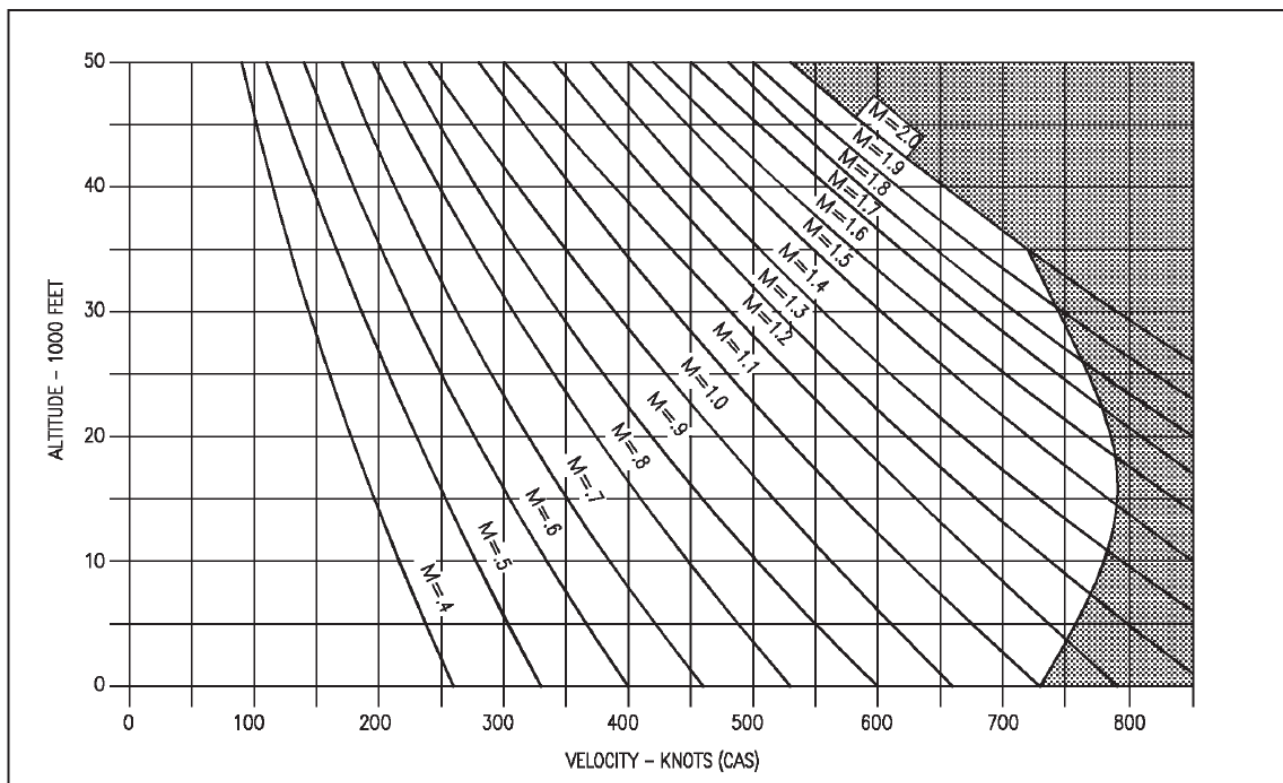

Figure 4-1. Airspeed Limitations
The approximate maximum permissible airspeeds in smooth or moderately turbulent air with the arresting hook and landing gear retracted, flaps in AUTO, and any combination of air-to-air missiles are shown in figure 4-1. For exact airspeed limitations, refer to the NTRP 3-22.4-FA18A-D NATIP, Store Carriage and Release Limitations Chapter. Refer to Systems Limitations, figure 4-2, for additional airspeed limitations.
4.1.2 対気速度制限。対気がスムーズであるか、または過度な乱気流でなく、アレスティングフックとランディングギア格納、フラップが AUTO、すべての空対空ミサイルの組み合わせの状態での最大許容対気速度を fig4-1 に示す。その他の対気速度制限は NTRP3-22.4-FA18A-D NATIP, Store Carriage and Release Limitations Chapter を参照。システム制限は、fig4-2 の追加対気速度制限を参照。